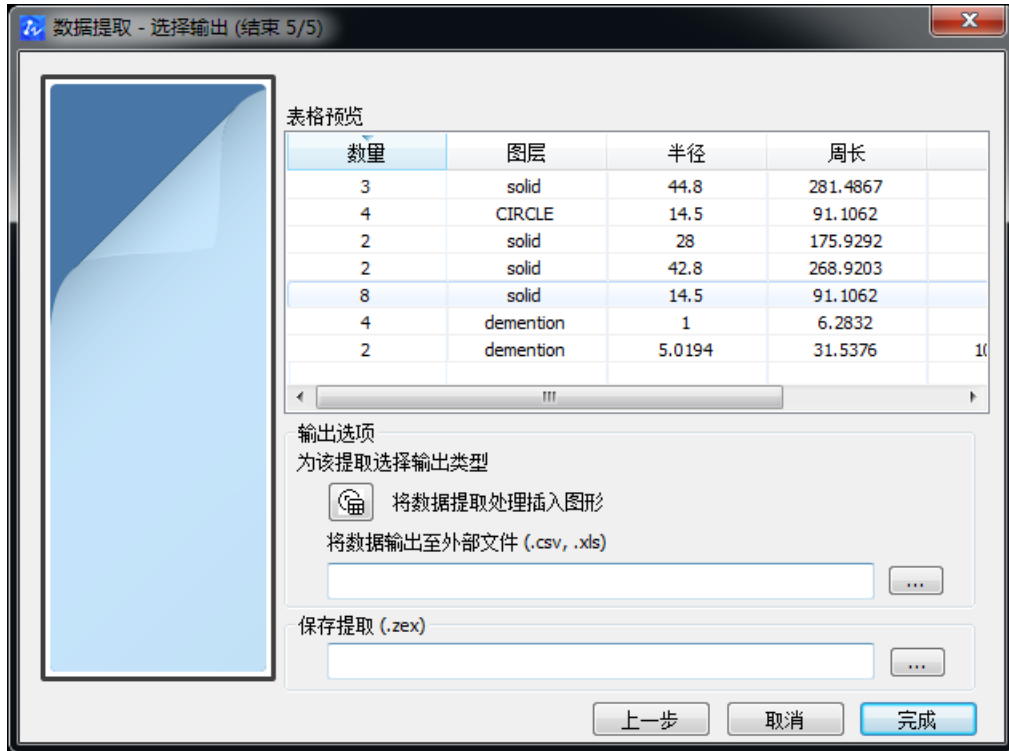

图 9-41 “数据提取-选择输出”对话框
e) 在“数据提取-选择输出”对话框中，可预览表格的显示状态，如图 9-41 所示。如果要调整表格行和列的排列顺序，可以选中整行或整列，按住鼠标左键拖动。